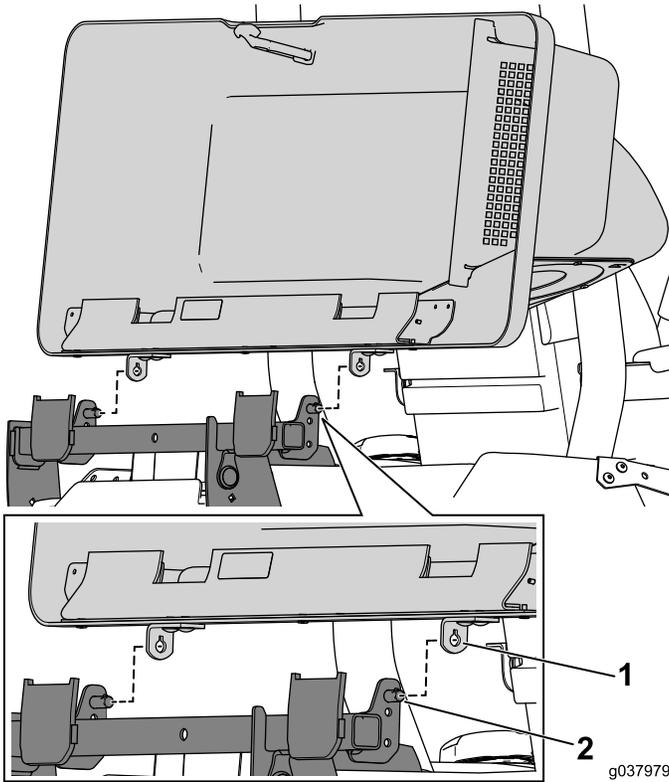

Figure 27
1. Alignez la fente en trou de serrure du support de pivot et l'ergot sur l'axe de pivot, et insérez celui-ci en position (Figure 27).